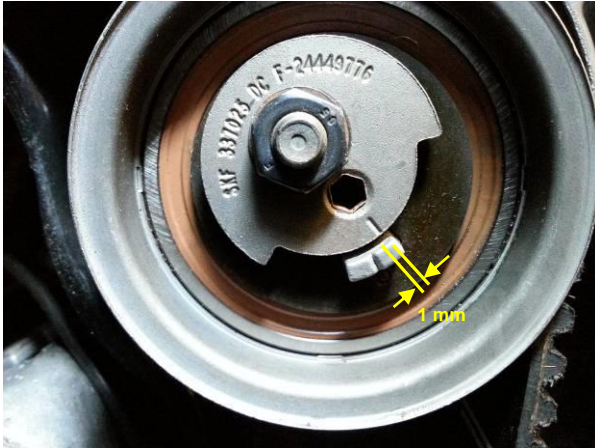

Figure 18
- Procéder au réglage définitif du galet tendeur : à l'aide d'une clé Allen de 5 et après avoir débloqué l'écrou, tourner l'excentrique de manière à ce que le repère se situe en face du quart supérieur du bloc (environ 1 mm avant le bord droit du bloc, Figure 18). Serrer l'écrou à 2 daN.m.